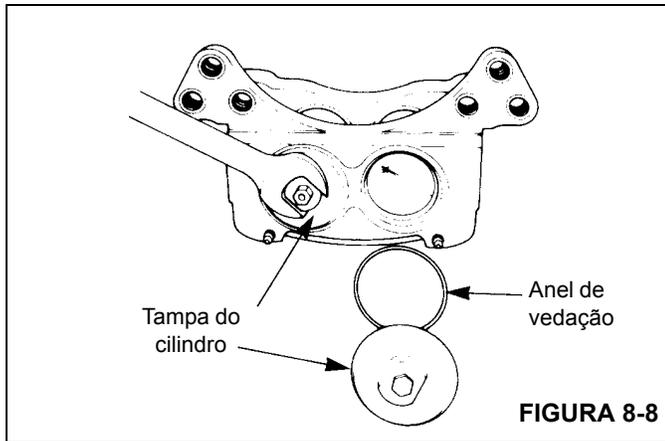

FIGURA 8-8
7. Remova as tampas dos cilindros da carcaça usando uma chave de boca. Remova e descarte os anéis de vedação (Figura 8-8).